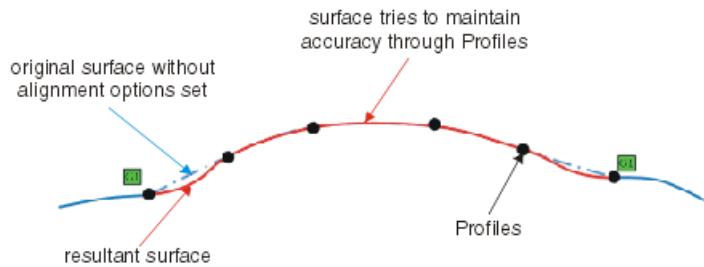

Figura 2.117 Ejemplo de posicionamiento Local.
- **Local:** las continuidades asignadas a un segmento específico solo van a influir a la forma de la superficie existente entre la 1ª y 2ª de las curvas seleccionadas, de acuerdo con la continuidad especificada (*Figura 2.117*).